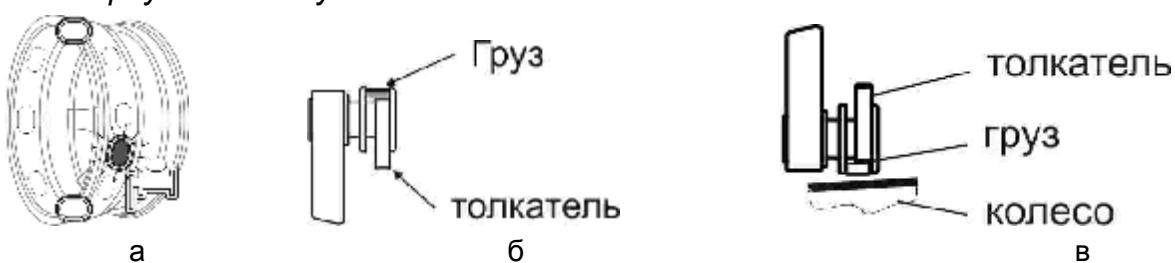

Рисунок 5.14 – Установка груза линейкой
*Повернув линейку в нижнее положение, выдвигать линейку до появления прерывистого звукового сигнала и мигания индикатора веса груза. Прижать линейку к поверхности колеса, рисунок 5.14 в. Нажав на толкатель, высвободить груз из зажима линейки. Вернуть линейку в исходное положение.*